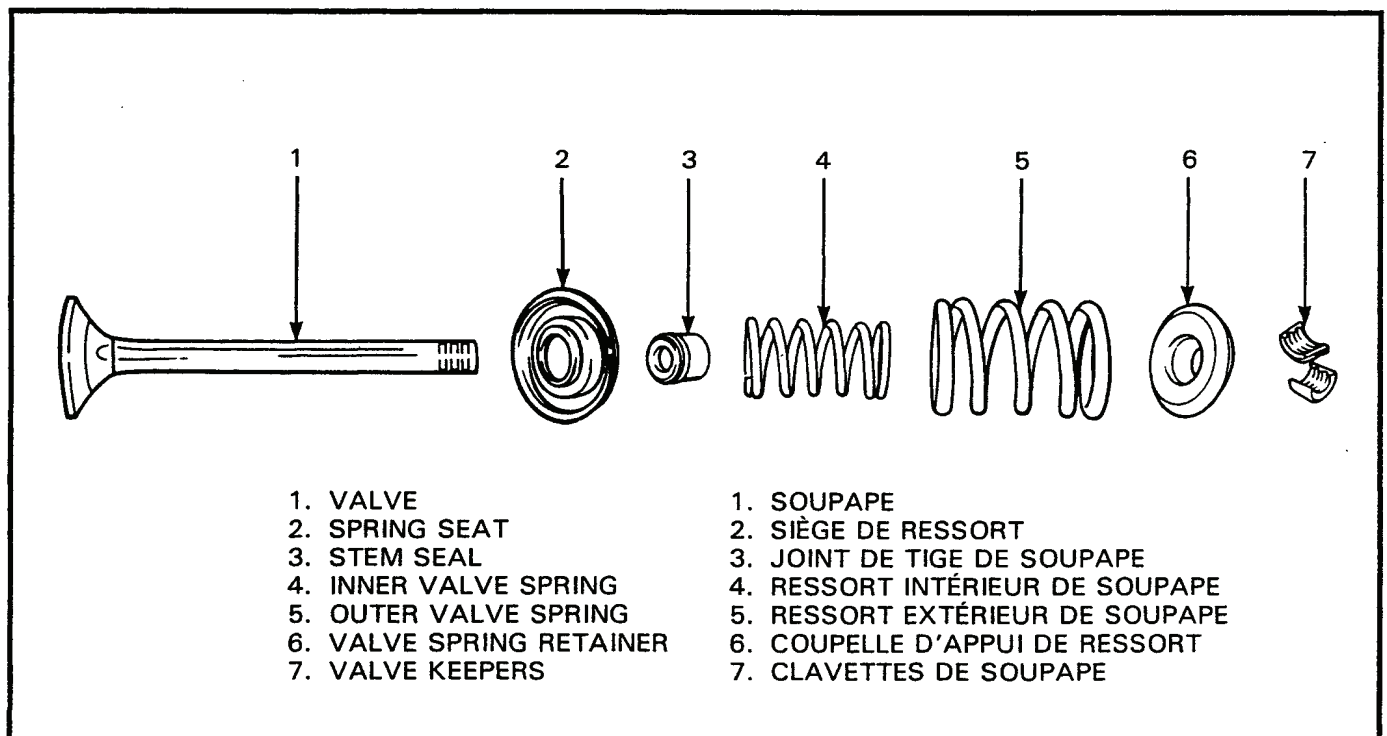

Figure 2-6-17 Valve Assembly Components
- f. Using compressor tool VW 541/1, compress the valve springs of each valve assembly, remove both halves of each valve keeper (7) from each valve stem and set aside in order, see Figure 2-6-17.
- g. Remove the valve spring retainer (6), the inner spring (4), outer spring (5), stem seal (3) and spring seat (2) from each valve stem (1) and set aside in order.
- f. Au moyen de l'outil de compression VW 541/1, comprimer les ressorts de chacune des soupapes, enlever les deux moitiés des clavettes (7) de chaque tige de soupape, et placer le tout de côté. Voir figure 2-6-17.
- g. Enlever la coupelle d'appui du ressort (6), le ressort intérieur (4), le ressort extérieur (5), le joint de la tige (3) et le siège de ressort (2) de chaque tige de soupape (1), et placer les pièces de côté dans l'ordre.
g. Using compressor tool VW541/1, compress each set of valve springs and place both halves of each valve keeper in the corresponding keeper groove on each valve stem, see Figure 2-6-17.	g. Au moyen de l'outil de compression VW 541/1, comprimer chaque ensemble de ressorts de soupapes, et placer les deux clavettes dans la rainure correspondante sur la tige de soupape, voir figure 2-6-17.